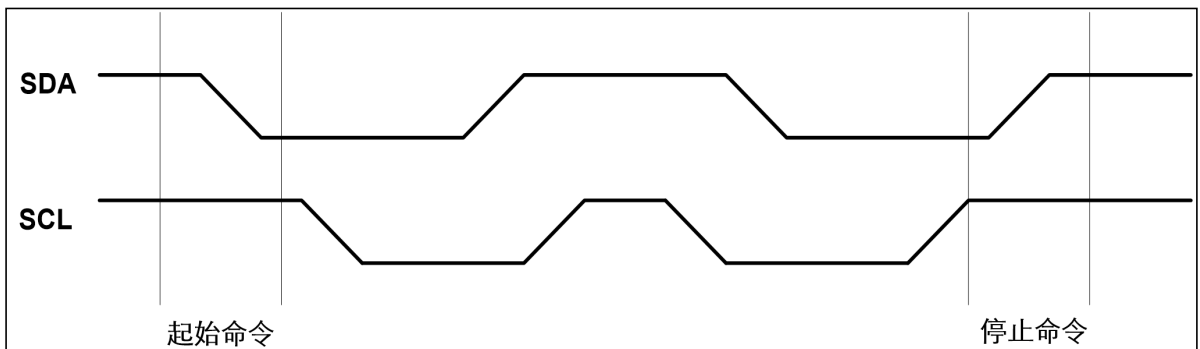

图 19-4 起始 (Start) 与停止 (Stop) 命令定义
**起始命令:**当 SCL 为高, SDA 由高到低的变化被视为起始命令, 必须以起始命令作为任何一次读/写操作命令的开始(参见图 19-4)。
**停止命令:**当 SCL 为高, SDA 由低到高的变化被视为停止命令, 在一个读操作后, 停止命令会使 EEPROM 进入等待态低功耗模式(参见图 19-4)。